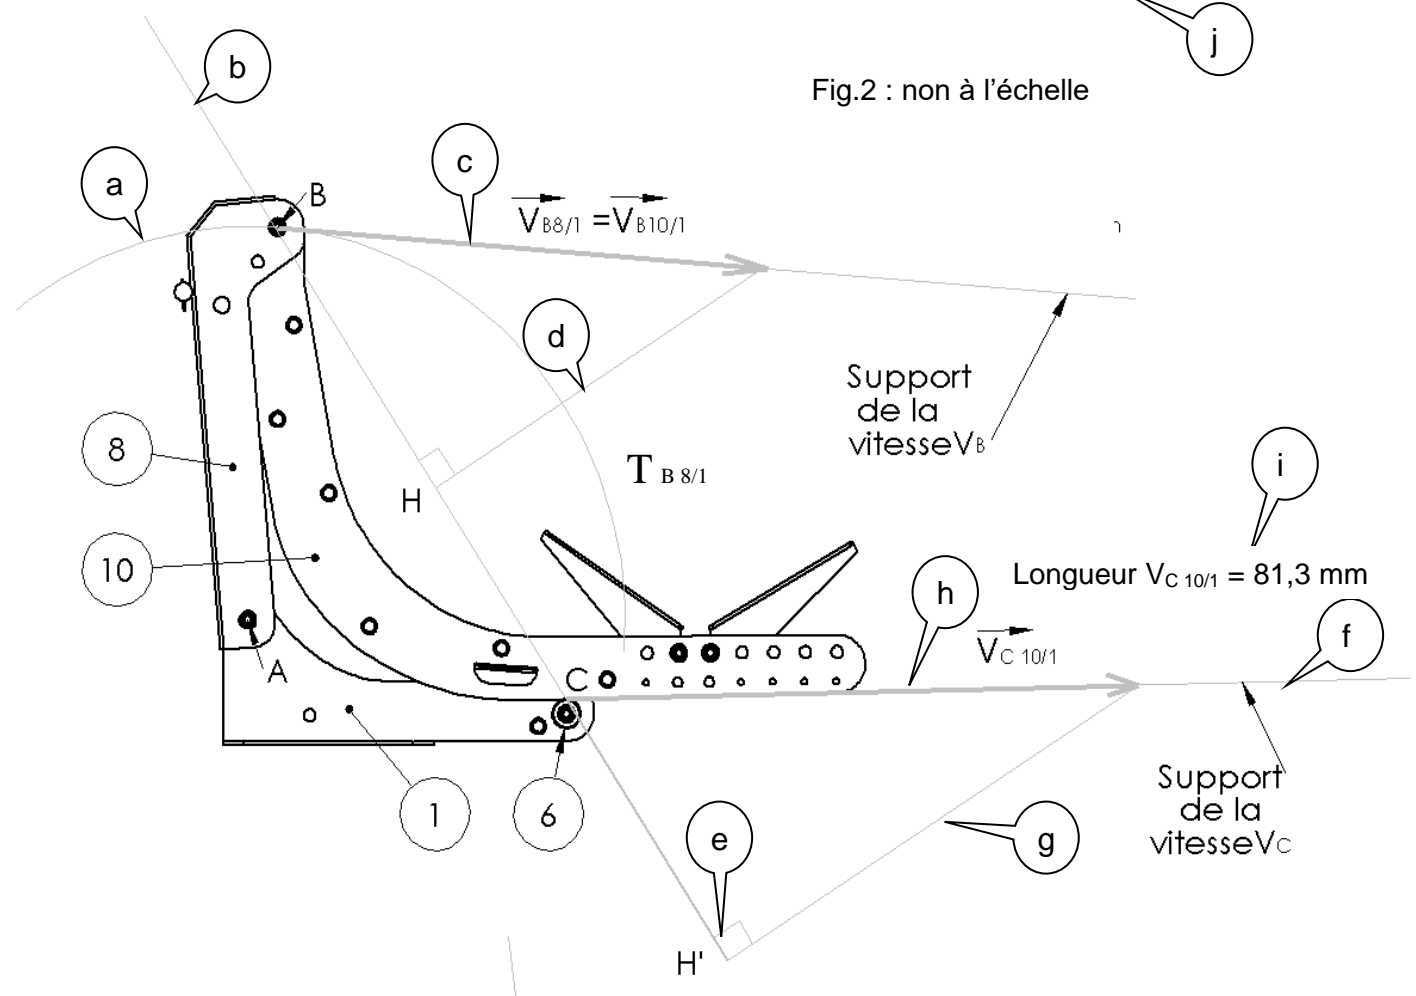
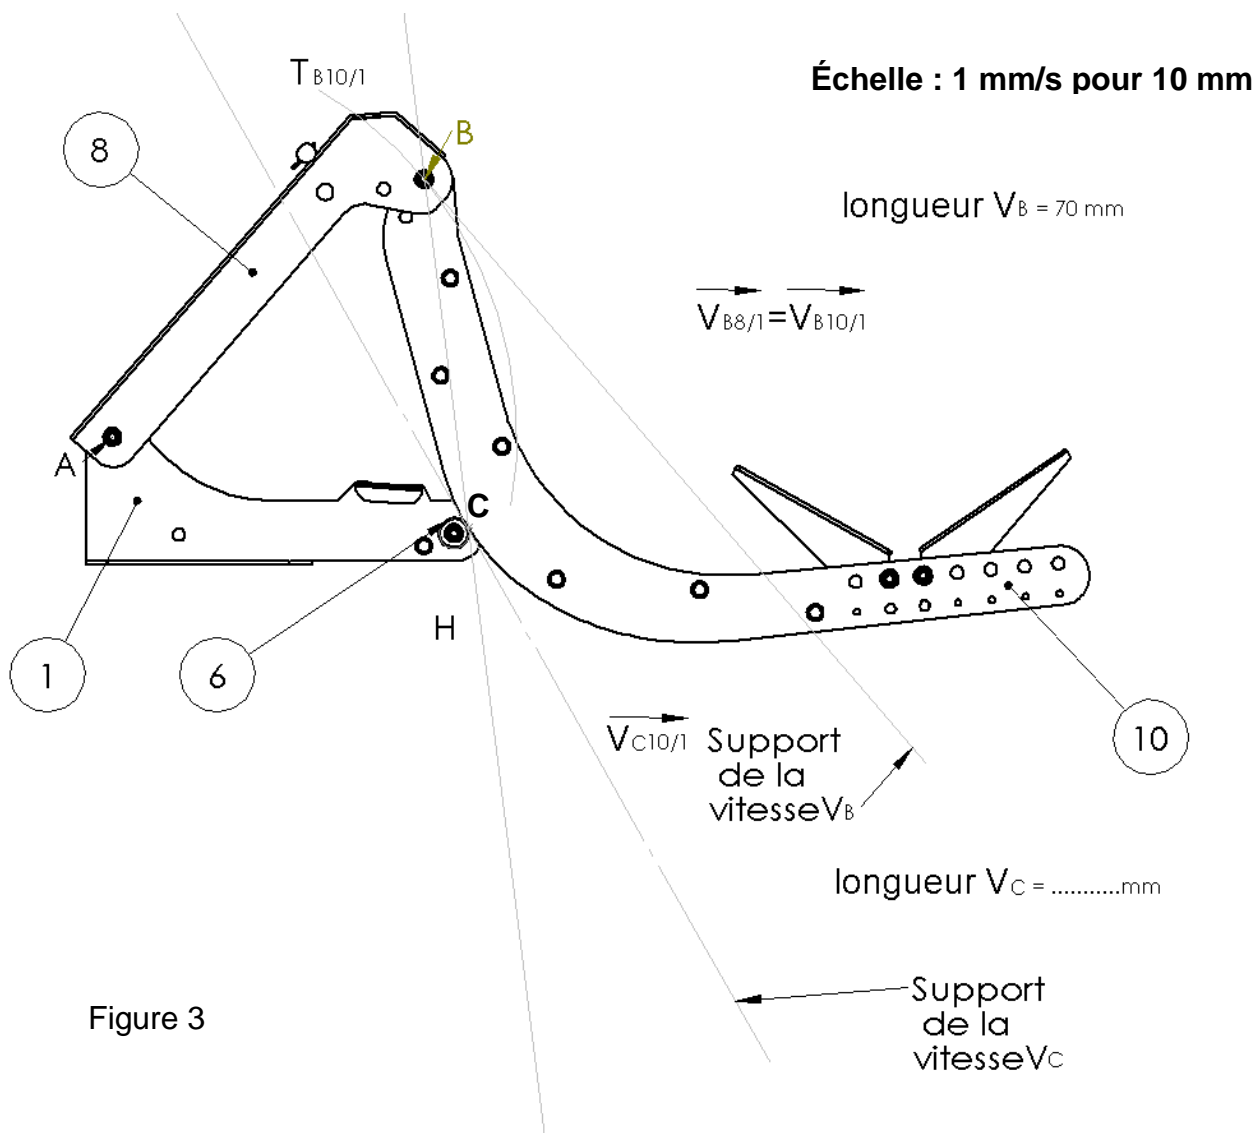

Fig.2 : non à l'échelle
Figure 3
6.3 - Pour le position en figure 3, déterminer, en appliquant la même méthode que sur la page précédente (figure 2), la vitesse de $V_{C10/1}$.
7.4 - Tracer ces directions sur la figure 2.
7.5 - Déterminer les vecteurs forces en traçant le dynamique des forces à l'endroit prévu sur la figure 2.